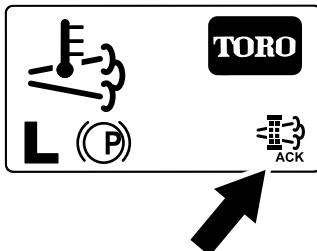

Figura 67
8. El InfoCenter muestra la página de inicio y el ícono de reconocimiento de regeneración (Figura 67) aparece en la esquina inferior derecha de la pantalla mientras se procesa la regeneración.